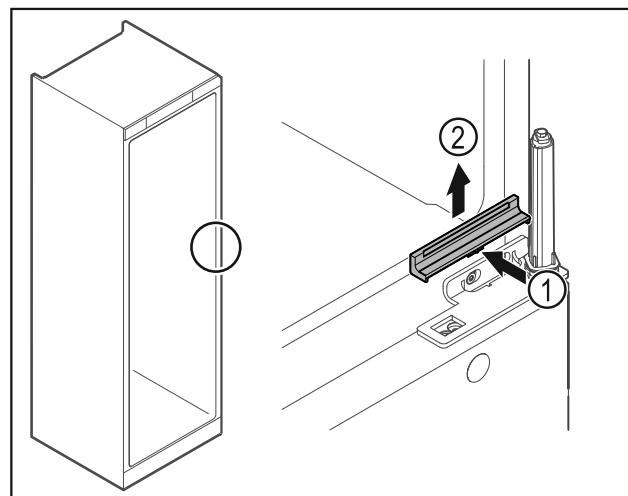

Fig. 26
- Кришку Fig. 26 (1) трохи натиснути в центрі та зняти рухом вгору Fig. 26 (2).